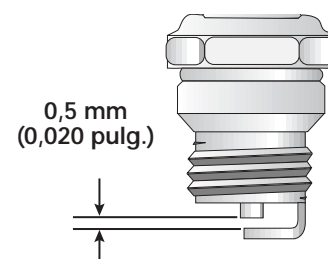

Figure 44
3. Cambie toda bujía partida, inundada o sucia. Fije la separación de aire a **0,5 mm (0,020 pulgadas)** utilizando un calibrador (Fig. 44).